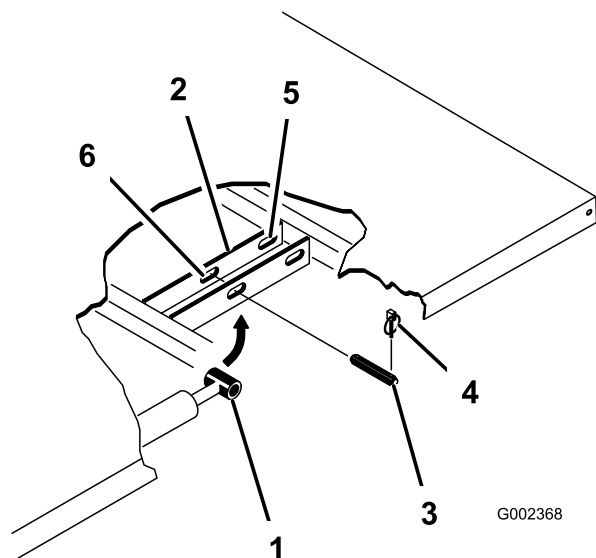

Figura 23
3. Îndepărtați cuiele de osie de la capetele exterioare ale tifturilor cu cap și gaură tijă cilindrul (Figura 23).
4. Îndepărtați tifturile cu cap și gaură care fixează capetele tijei cilindrului pe plăcile de montare platformă împingând tifturile spre interior (Figura 23).
5. Îndepărtați cuiele de osie și tifturile cu cap și gaură care fixează suportii pivot de canalele cadrului (Figura 23).